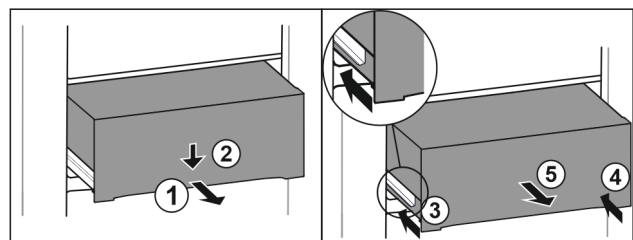

Fig. 93
- ▶ Estrarre il cassetto a metà. Fig. 93 (1)
- ▶ Premere il cassetto sul lato anteriore verso il basso. Fig. 93 (2)
- ▶ Spingere la guida sinistra di circa 2 cm verso l'interno. Fig. 93 (3)
- ▶ Spingere la guida destra di circa 2 cm verso l'interno. Fig. 93 (4)
- ▶ Rimuovere il cassetto tirandolo in avanti. Fig. 93 (5)